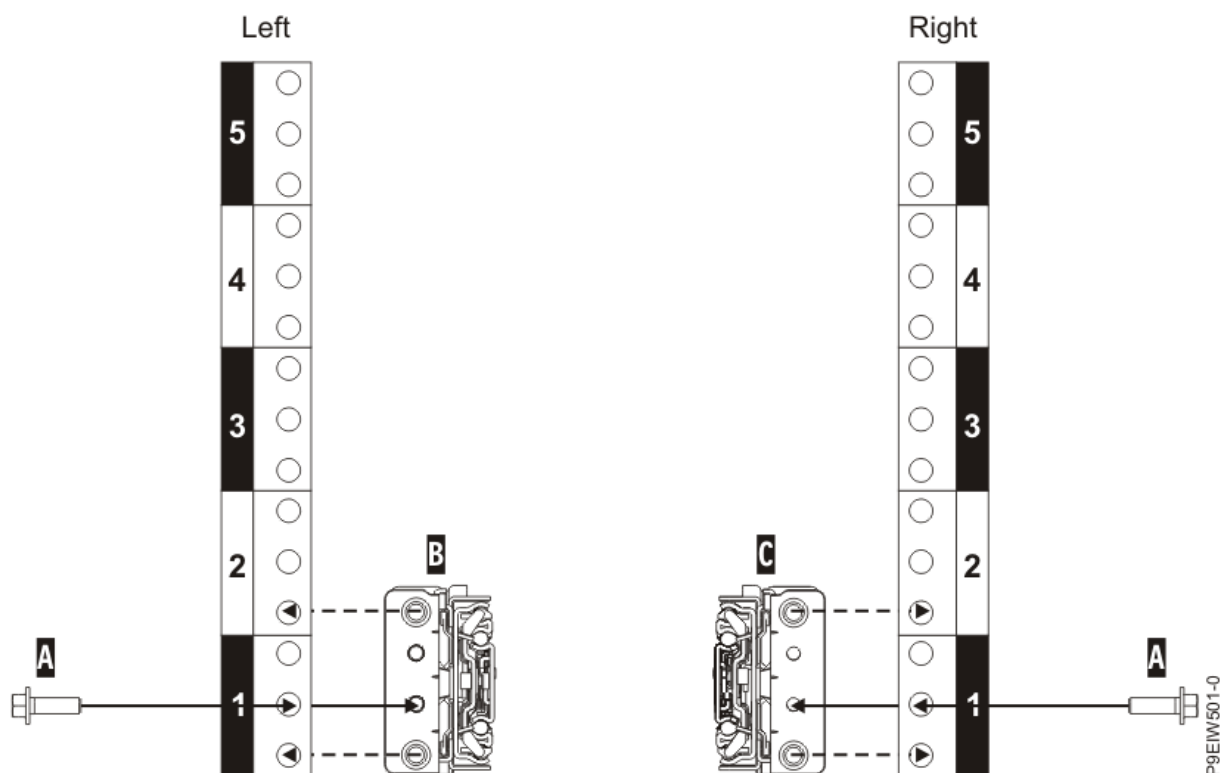

Figura 5. Atașarea șinelor de glisare în partea din spate a dulapului
10. Atașați șina de glisare din stânga (B) și șina de glisare din dreapta (C) cu un șurub M5x16mm (A), după cum se arată în Figura 5 la pagina 6. Inșerați și strângeți fiecare șurub în orificiul filetat al flânșei, aflat în orificiul din mijloc al unității EIA de la cel mai jos nivel.